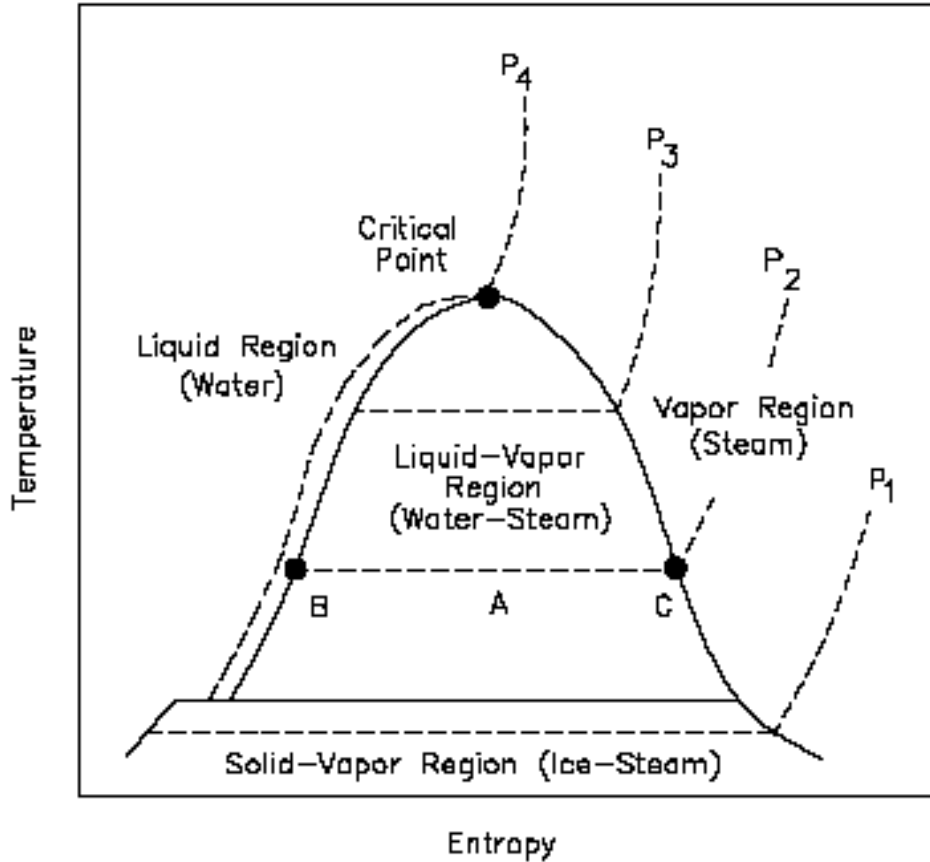

Figure 2.8
- T-S (टेम्परेचर – एंट्रॉपी) Figureचा वापर करून वाफेची निर्मिती कशी होते हे Figure 2.8 मध्ये दाखविलेले आहे.
- समजा कि, 1 किलो पाणी सामान्य वातावरणाच्या प्रेशरला गरम केले जाते, तेव्हा पाण्याला जी उष्णता दिली जाते त्यामुळे त्याची एंट्रॉपी वाढते. जर आपण तापमान आणि एंट्रॉपी दरम्यान आलेख काढला तर आपल्याला एक वक्र रेषा AB मिळेल. या ठिकाणी जी एंट्रॉपी वाढते ती Figure 2.8 मध्ये S_f द्वारे दाखविली आहे.
- ज्या बिंदूमध्ये सॅचुरेटेड वॉटर लाइन आणि सॅचुरेटेड व्हेपर लाइन एकत्र येतात, त्या बिंदूला (P) क्रिटिकल बिंदू (Critical Point) असे म्हणतात.